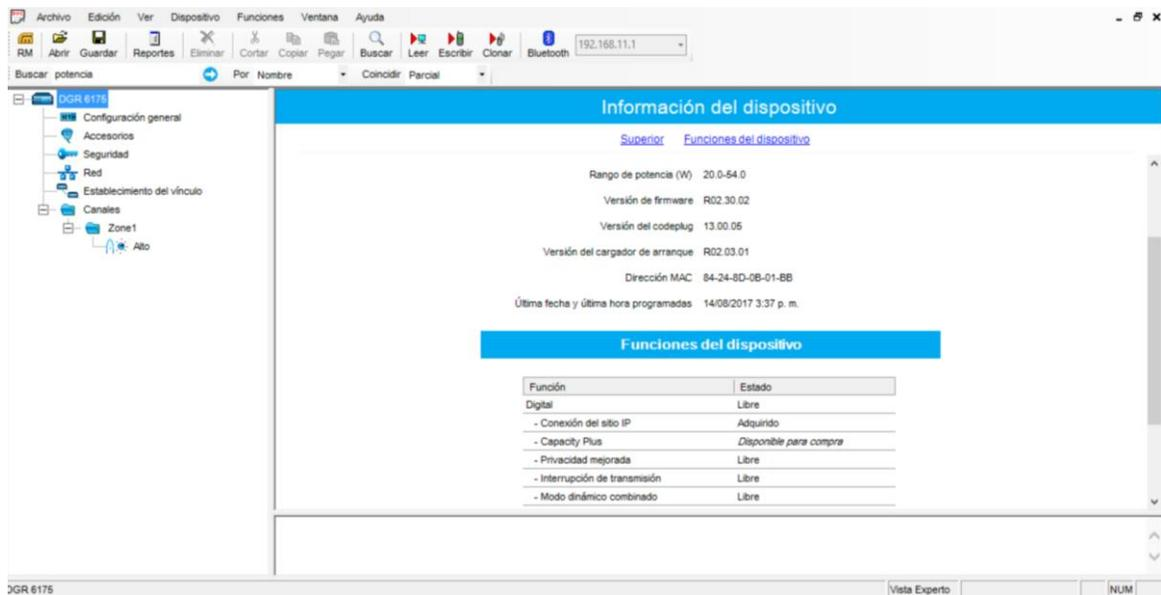

Ilustración 62. Información interna del repetidor DGR6175.
- Deberá aparecer una ventana como se muestra en la ilustración 62 donde aparece un menú de carpetas que tiene el repetidor, entre ellas el modelo del equipo y todas sus características.